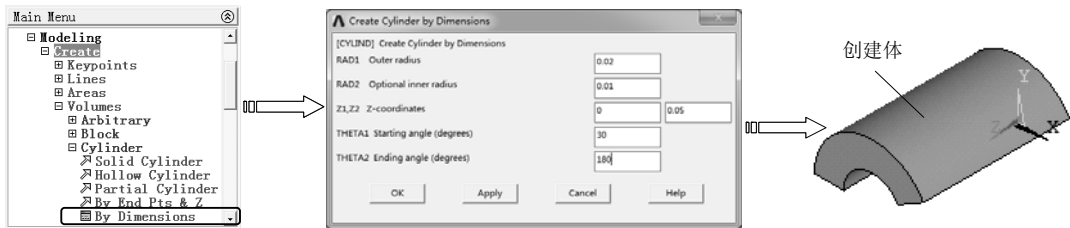

图 2-63 在工作平面原点绘制扇形圆柱
(5) 在工作平面原点绘制扇形圆柱 选择“Main Menu>Preprocessor>Modeling>Create>Volumes>Cylinder>By Dimension”命令，弹出“Create Cylinder by Dimensions”对话框，在“Outer radius”文本框中输入圆柱外径，在“Optional inner radius”文本框中输入圆柱内径，在“Z-coordinate”文本框中输入圆柱顶面和底面Z坐标，在“THETA1”和“THETA2”文本框中输入扇形圆柱截面的起止角度，然后单击“OK”按钮创建扇形圆柱体，如图2-63所示。